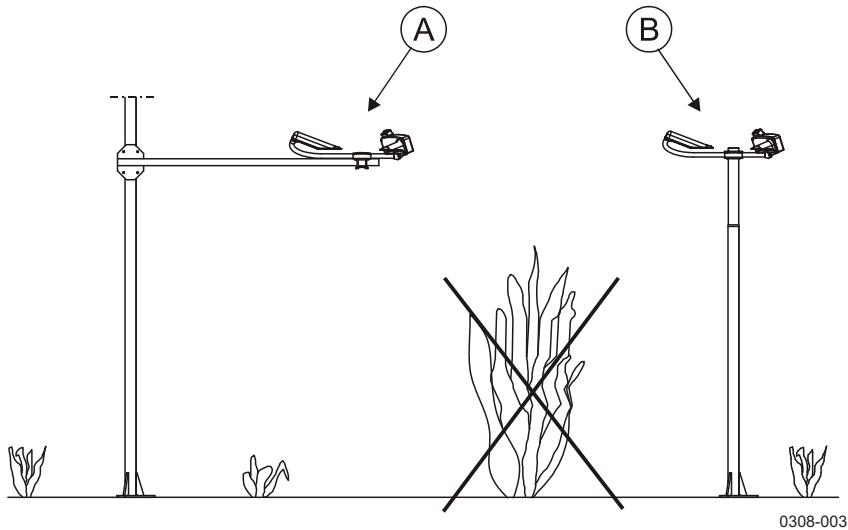

Рис. 6 Рекомендуемое расположение PWD10/20/50
- Рекомендуется расположить датчик таким образом, чтобы на луче прямой видимости между передатчиком и приемником не находилось никаких помех и препятствий (см. Рис. 6 на стр. 28). В случае если луч передатчика отражается от препятствий и принимается приемником, датчик будет показывать слишком низкое значение метеорологической дальности видимости, поскольку на фоне ложного отраженного сигнала не может быть распознан настоящий рассеянный сигнал. Ложные